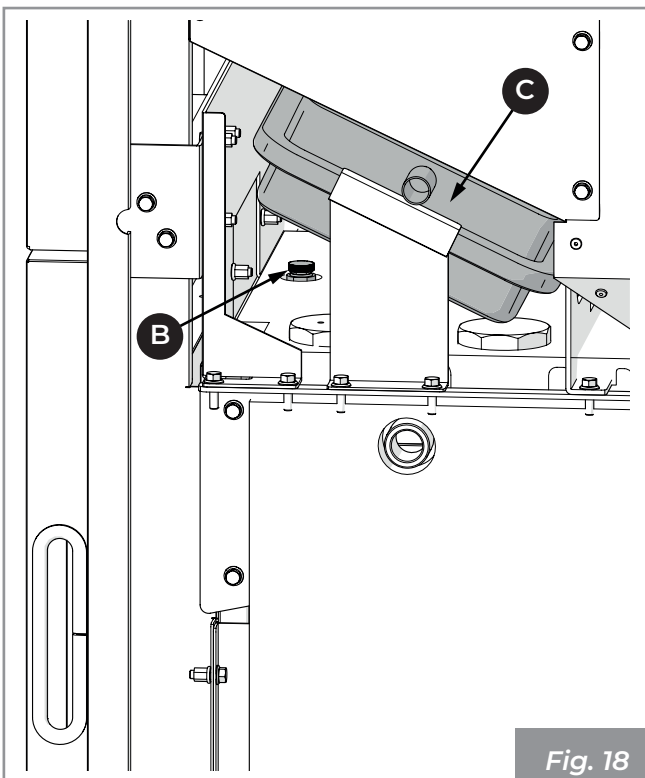

Fig. 18
- 1) Conectar un tubo de agua del acueducto al racor de carga (**K**), abrir la válvula de ventilación (**B**) (**Fig. 18**), abrir el grifo de carga (**O**), permitiendo que el agua fluya hasta que el aparato esté completamente lleno. Cerrar la válvula de ventilación y esperar que se alcance la presión mínima de ejercicio (1 bar), que se puede comprobar con el manómetro presente en la caldera.
Luego abrir la válvula de ventilación (**B**) (**Fig. 18**), abrir el grifo de derivación en la válvula anticondensación (**N**), permitiendo así que el agua fluya desde el sistema hasta que la caldera esté completamente llena. Cerrar la válvula de ventilación y esperar que se alcance la presión mínima de ejercicio (1 bar), que se puede comprobar con el manómetro presente en la caldera.